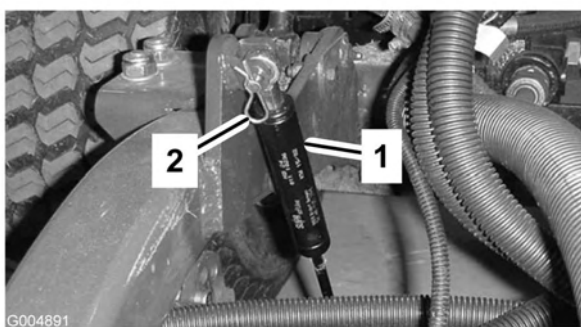

Figura 80
2. Togliete la coppiglia che fissa gli ammortizzatori ai bracci di sollevamento (Figura 80). Girate l'ammortizzatore verso la scocca.